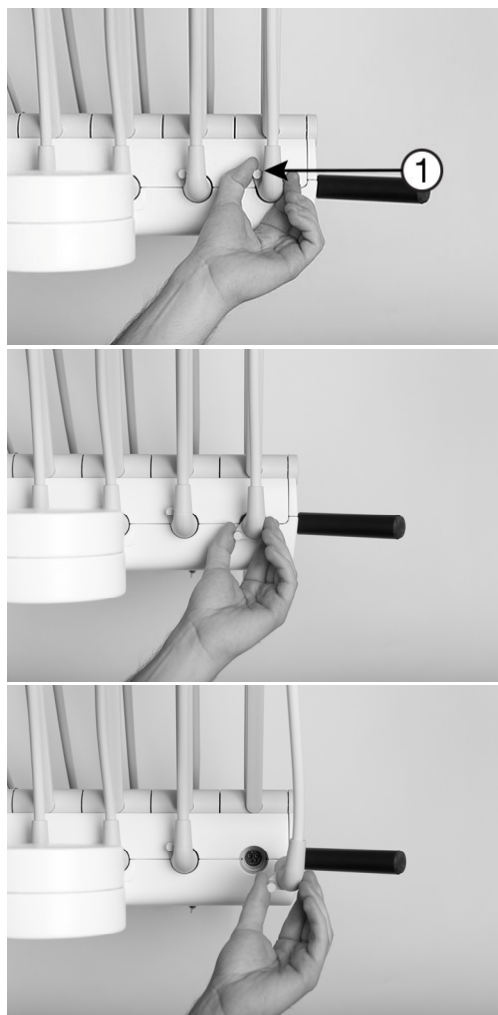

Figure 70 - Retrait de tuyau d'instrument (1) poignée de déverrouillage
Retirer le tuyau d'instrument en tournant la poignée de déverrouillage (1) dans le sens anti-horaire et en tirant le bouchon comme indiqué sur la Figure 70.